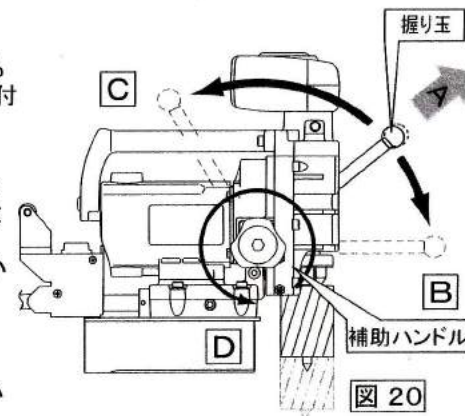

図 20
- 30mm程度以上の鋼板に穴をあける場合、補助ハンドルを使用してください。(図20)
- (1)加工する前に、送りハンドルを取り付けている反対側のハンドルボスに補助ハンドルを取り付けます。(P8参照)
- (2)P12の操作手順の要領で穴あけをおこないませんが、矢印Bの方向まで送りハンドルを下げましたら、P8の要領でハンドルの角度をCの方向まで戻し、穴あけを行う繰り返し作業を行います。
- (3)深穴の穴明け作業が終わりましたら、送りハンドルの握り玉をAの方向に持ち上げ、送りハンドルを自由回転状態にし、その状態のまま補助ハンドルを矢印Dの方向に回転させてください。刃先が上昇位置まで速やかに上がります。